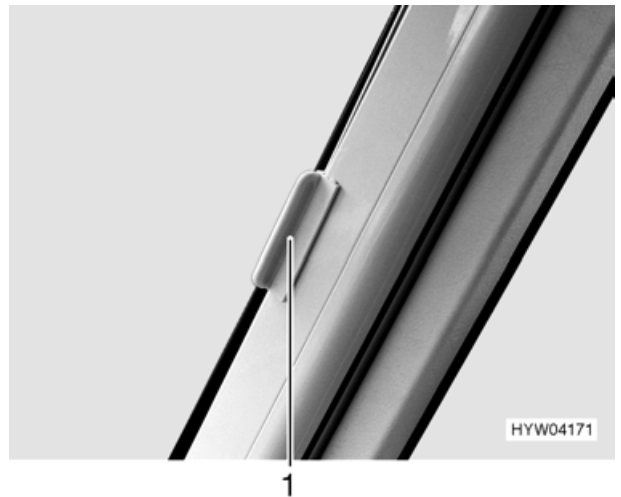

Bild 14 Zusatzverriegelung Faltverdunklungen Bug
- ▶ Während der Fahrt müssen die Faltverdunklungen für die Frontscheibe und die Fahrer-/Beifahrerfenster geöffnet, arretiert und mit der Zusatzverriegelung (Bild 14,1) gesichert sein.